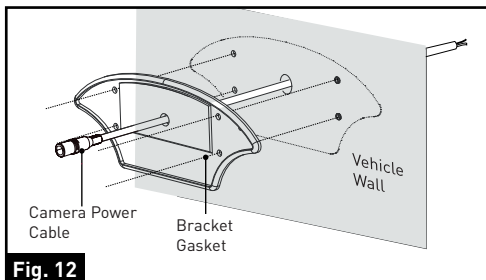

Fig. 12
3. Pase el cable de alimentación de la cámara de 1,82 metros (6 pies) suministrado a través de la empaquetadura. Asegúrese de que el extremo pelado del cable entre en el vehículo y que el lado plano quede hacia adentro. (Fig. 12)